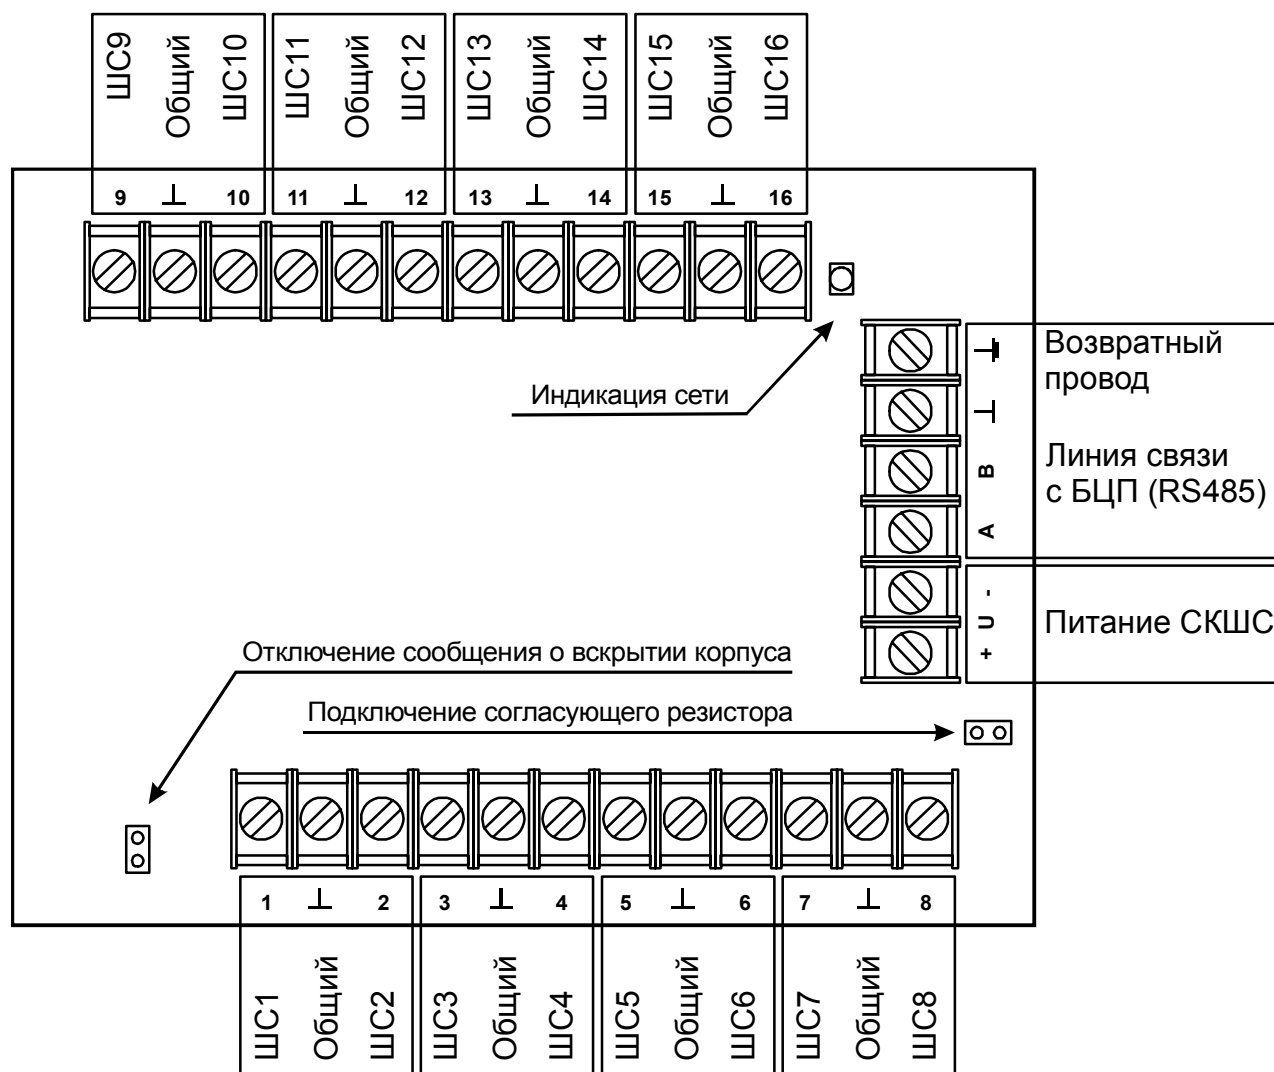

Рис. 5 Внешний вид платы СКШС04
5.3. Подключение СКШС к линиям связи с БЦП, источнику питания и ШС осуществляется через клеммную колодку, установленную на плате Рис. 5